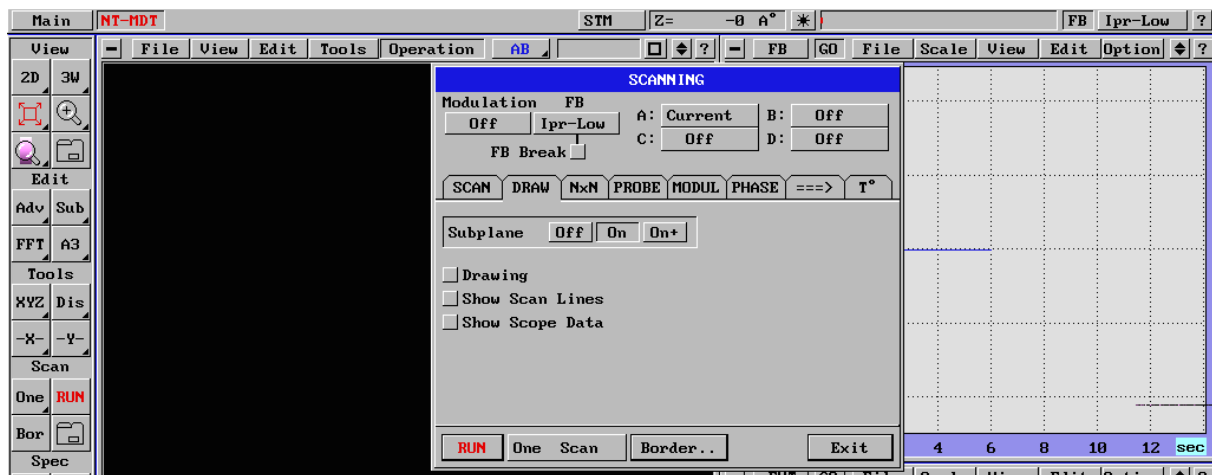

Fig. 76
- Drawing - off (Fig. 76)
- Subplane - on (Fig. 76)